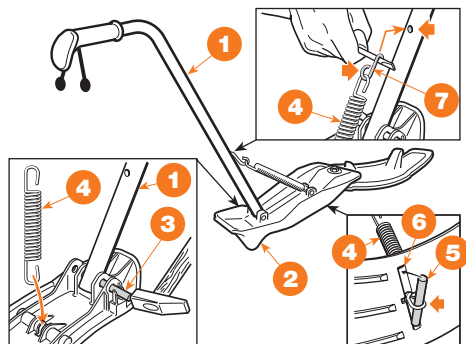

Рис. 8
- Установить рукоятку **1** на пробку-отражатель **2** при помощи штифта **3**, подталкивая его вглубь с помощью молотка (Рис. 8).